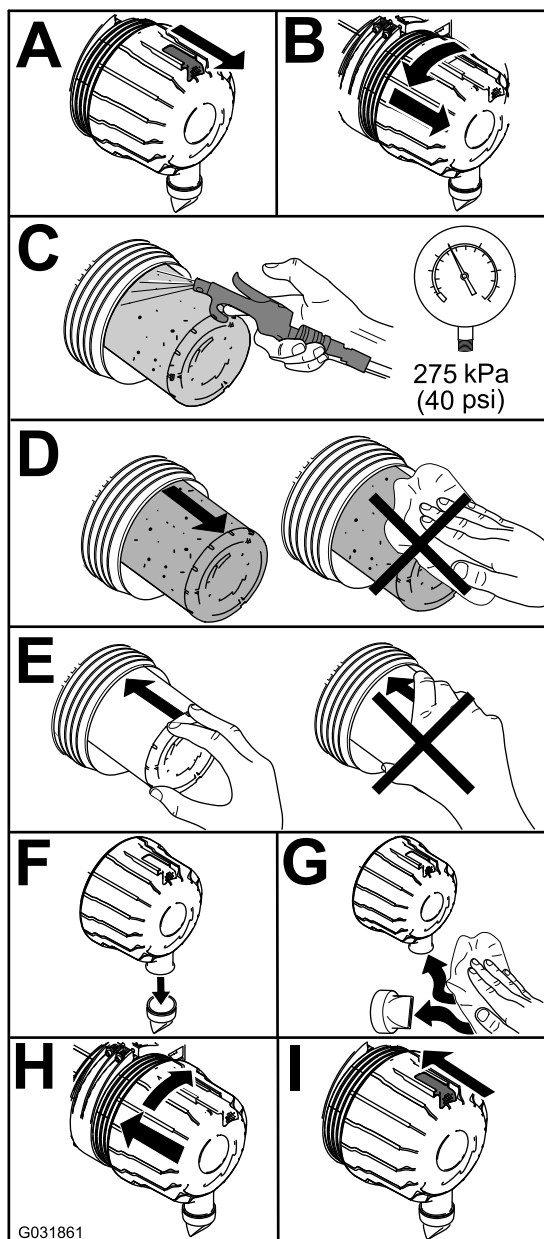

Bild 68
1. Tauschen Sie den Luftfilter aus (Bild 68).